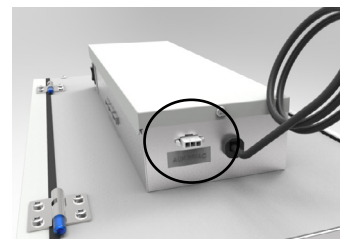

Figure 1
**Les Appareil à air frais (AAF) de Fantech qui utilisent un arrêt du ventilateur d'alimentation pour la prévention de gel ne comprennent pas un volet motorisé pour l'air extérieur. Si vous utilisez une installation simplifiée, c'est à dire reliaer de conduit d'alimentation d'air du AAF à l'aire du conduit de retour d'une fournaise, le AAF doit fonctionner en continu. Lorsque le AAF est éteint, pas d'air d'évacuation chaud circule à travers le AAF mais le ventilateur de fournaise continuera à aspirer l'air extérieur directement dans la fournaise. S'il fait froid dehors, l'air froid sera introduit, sans réchauffage, directement dans la fournaise. Si le AAF est installé de manière à ce que le propriétaire puisse éteindre le AAF pendant l'hiver, nous recommandons d'installer un registre motorisé entre l'air d'alimentation du AAF et le conduit d'air de retour de la fournaise qui se ferme lorsque le AAF ne fonctionne pas. Pour installer un accessoire de registre sur le produit, localisez le connecteur auxiliaire sur le côté du boîtier électrique. Voir Figure 1. À l'aide du faisceau de câbles inclus, connectez l'accessoire amortisseur au produit.**